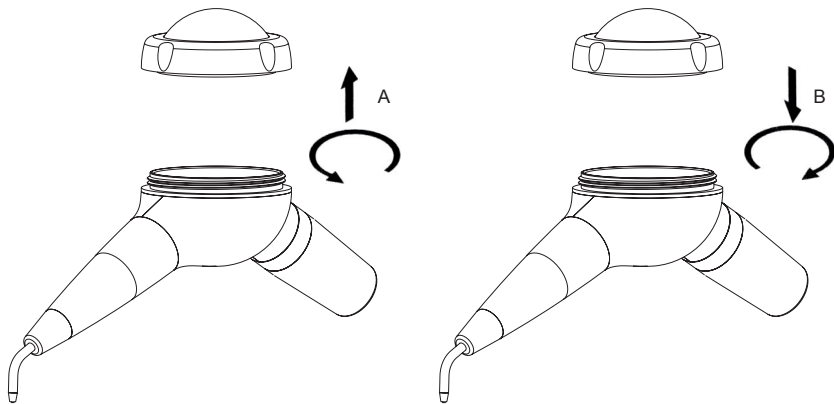

Fig. 4
- 4 Destornillar la cúpula del contenedor de polvo, (Fig.4 - Ref.A).
- 6 Volver a atornillar la cúpula del contenedor de polvo sin cerrarla excesivamente, (Fig.4 - Ref.B).